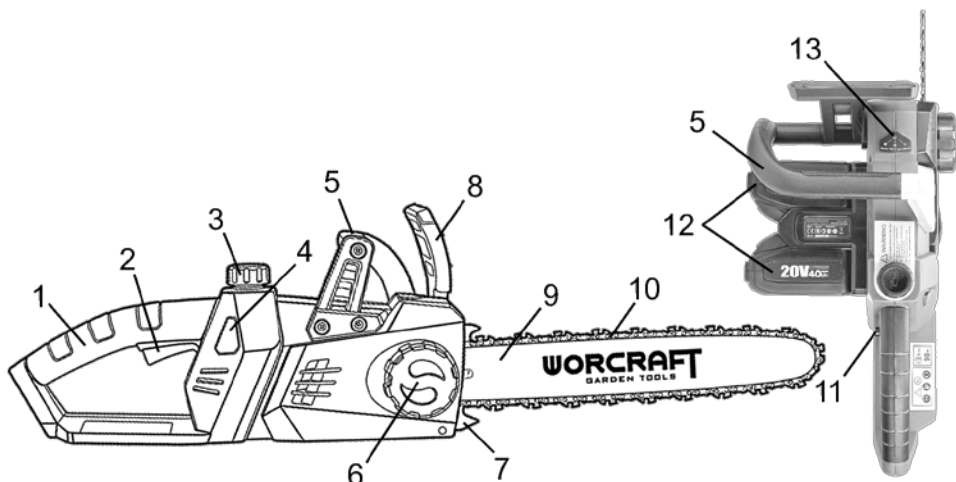

Рисунок 1
3.1.2 Відкрутіть рукоятку натягувача ланцюга (6, рисунок 1) та зніміть захисну кришку вузла приводної зірочки.
3.1.3 Одягніть пиляльний ланцюг (10, рисунок 1) на шину (9, рисунок 1), звернувши увагу на напрямок обертання ланцюга (різальні кромки зубців ланцюга повинні дивитися в напрямку його обертання) (дивіться рисунок 2).
3.1.5 Встановіть захисну кришку приводної зірочки й закрутіть рукоятку натягувача (6, рисунок 1).
Перед початком роботи необхідно перевірити натяг пиляльного ланцюга (10, рисунок 1) і впевнитися у правильності його встановлення. Для цього перевірте прозір, відтягнувши ланцюг від краю напрямної шини (9, рисунок 1) у її середній частині, та впевніться, що він складає приблизно 2-3 мм. У разі необхідності відрегулюйте натяг ланцюга. Для цього:
- переведіть важіль захисного щитка (8, рисунок 1) у бік пиляльної гарнітури (гальмо ланцюга активоване);
- перевірте рукоятку натягувача ланцюга (6, рисунок 1) за годинниковою стрілкою для натягування, або проти годинникової стрілки для ослаблення натягу ланцюга;
3.3.1 Заповнення бака оливою потрібно здійснювати при від'єднаних акумуляторних батареях (12, рисунок 1) для уникнення випадкового запуску двигуна.
3.3.2 Добре очистьте поверхню навколо кришки масляного бака (3, рисунок 1), щоб бруд не потрапив усередину.
3.3.3 Відкрутіть гвинтову кришку (3, рисунок 1) й покладіть її убик так щоб не загубити герметувальну прокладку. За допомогою лійки залийте в бак потрібну кількість оливи, контролюючи рівень через напівпрозоре вікно (4, рисунок 1). Щільно закрутіть кришку бака.
- гальмо ланцюга не активовано (ланцюг рухається), коли важіль захисного щитка (8, рисунок 1) пересунутий у бік передньої рукоятки (5, рисунок 1). Це нормальне положення при роботі.
- відпустити гальмо ланцюга. Для цього слід пересунути щиток захисного пристрою (8, рисунок 1) у бік передньої рукоятки (5, рисунок 1);
- для запуску пили необхідно одночасно натиснути пускову кlawішу (2, рисунок 1) та кнопку блокування від випадкового ввімкнення (11, рисунок 1).
- при світінні червоним світлом світлодіодного блока індикації (13, рисунок 1), необхідно зменшити натискання на пиляльну гарнітуру при роботі, щоб не перевантажувати двигун.